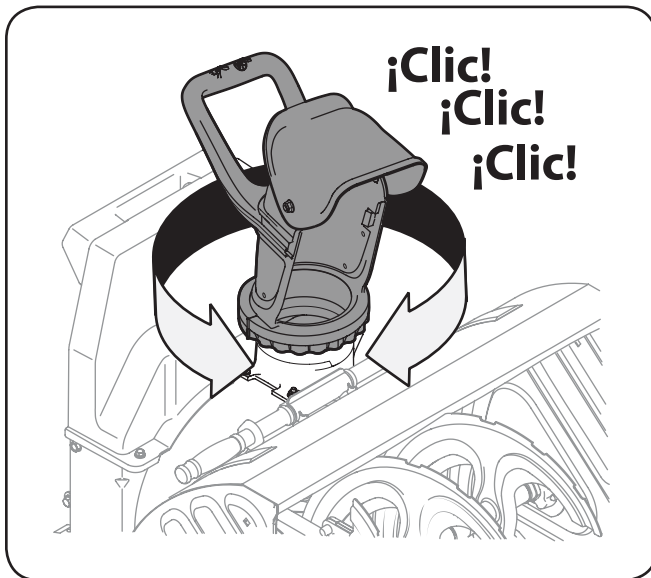

Figura 3-6
**Nota:** Si la instalación se realizó correctamente, se oirá un sonido como ¡clíc! ¡clíc! ¡clíc! al girar el canal hacia la izquierda y la derecha. Consulte la Figura 3-6.